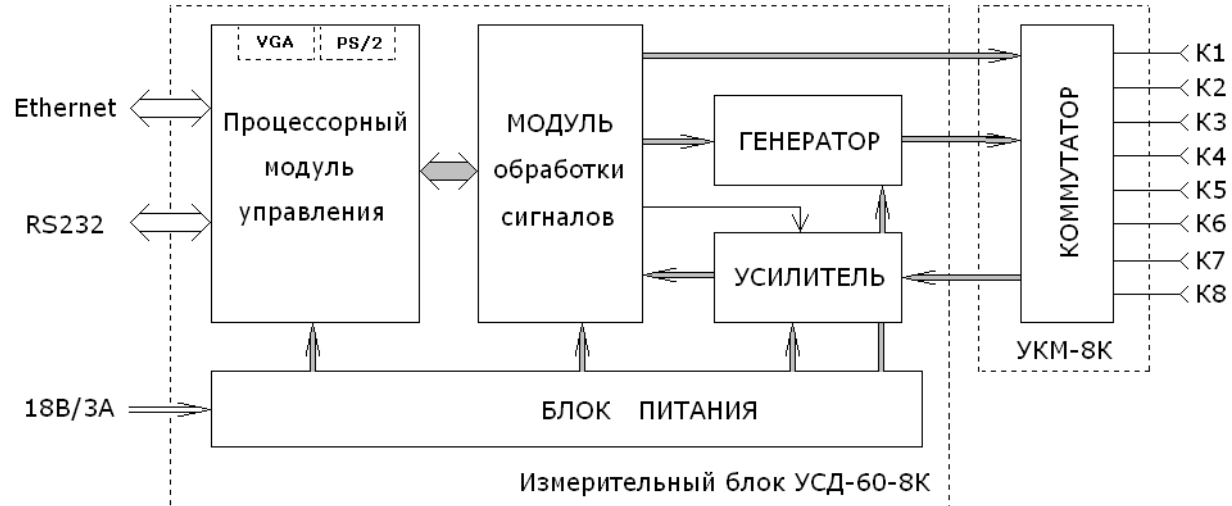

Рисунок 2. Функциональная схема дефектоскопа УСД-60-8К.
4.7. На передней панели дефектоскопа расположены: индикатор, клавиатура и светодиодные индикаторы АСД (см. Рис. 2).